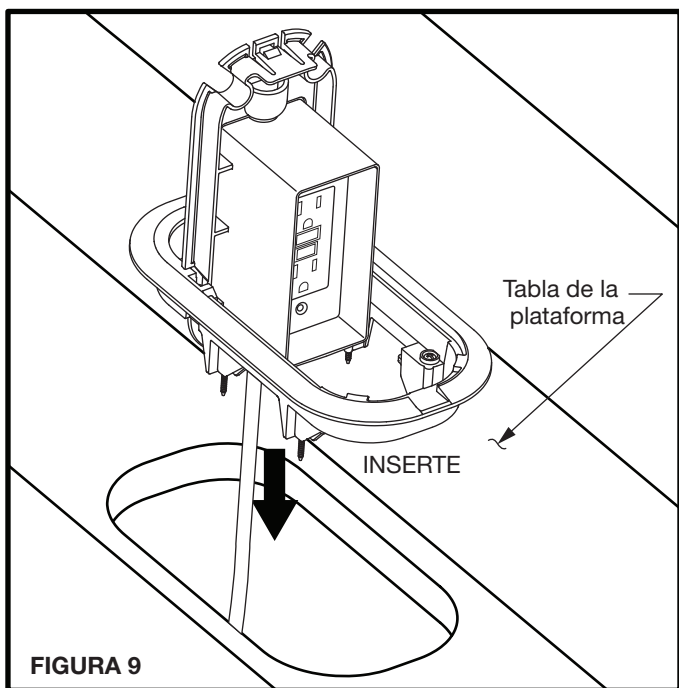

FIGURA 9
2.4 Coloque el Deck Grommet™ Pro (A) en la apertura de la plataforma, posicione como se muestra en la Figura 4 (Vea la Figura 9).